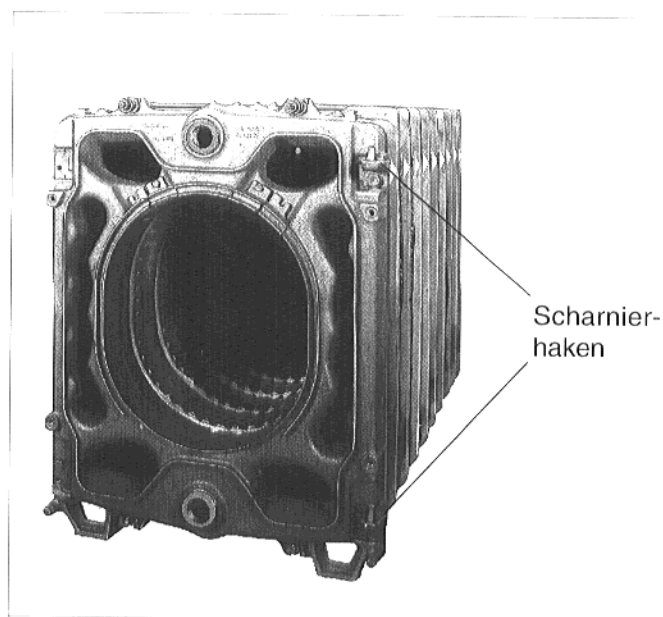

Abb. 21
- **Scharnierhaken** rechts bzw. links an das Vorderglied anschrauben (Abb.21).
Abb.21 bis 24 zur besseren Darstellung ohne Dampftrommel abgebildet.